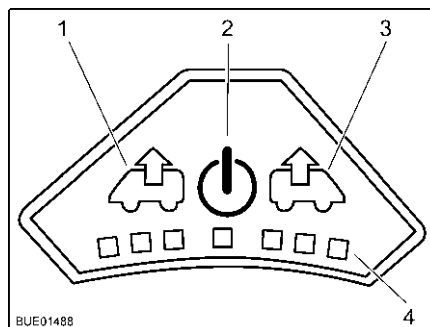

Fig. 116 Quadro comandi del ventilatore
- Accensione:** ■ Premere il tasto On/Off (Fig. 116,2). Il ventilatore funziona in modalità comfort (sfiato al numero di giri minimi del ventilatore).
- Per aumentare il numero di giri del ventilatore: Premere il tasto Sfiato (Fig. 116,1). Il numero di giri del ventilatore aumenta di uno stadio in direzione sfiato. I LED (Fig. 116,4) indicano gli stadi di commutazione.
- Per ridurre il numero di giri del ventilatore: Premere il tasto Aerazione (Fig. 116,3). Il numero di giri del ventilatore si riduce di uno stadio.
- Per aumentare il numero di giri del ventilatore: Premere il tasto Aerazione (Fig. 116,3). Il numero di giri del ventilatore aumenta di uno stadio in direzione aerazione. I LED (Fig. 116,4) indicano gli stadi di commutazione.
- Per ridurre il numero di giri del ventilatore: Premere il tasto Sfiato (Fig. 116,1). Il numero di giri del ventilatore si riduce di uno stadio.
- Premere il tasto On/Off (Fig. 116,2). Il ventilatore si ferma, i LED si spengono.